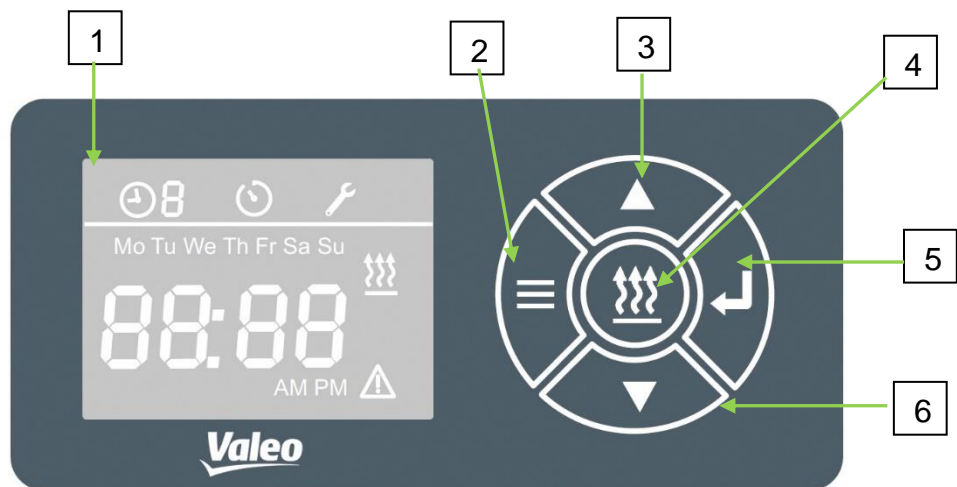

Abbildung 1 - SC Preheater Bedienteil
- Werden die Selektionstasten (Abbildung 1, Nr.3 und 6) länger als 0,5 Sekunden gedrückt, wird der Schnelllauf aktiviert.